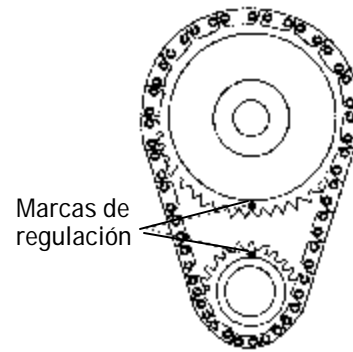

Figura 1 - Alineamiento de la rueda dentada de la cadena de regulación
13. Haga girar el motor hasta que las marcas de regulación estén alineadas, tal como se muestra en la Figura 1.
2. Instale el árbol de levas nuevo con ruedas dentadas, cadena de regulación y elevadores nuevos. *PRECAUCIÓN: Utilice el Juego de cadena y engranaje de regulación Edelbrock Performer-Plus True Rolling N° 7820 (1965 a 1972 ½) o N° 7811 (1973 a 1990). También puede usar la transmisión de engranaje Accu-Drive N° 7892. No utilice juegos de cadena y engranaje de regulación de modelos recientes que estén diseñados en posición retardada y que no se recomiendan para la instalación de este tipo de árbol de levas. Los Juegos de regulación Edelbrock incluyen tres chaveteras para la selección de regulaciones específicas. Aplique compuesto de fijación a las roscas de los pernos de contacto del engranaje y la leva de regulación. Apriete los pernos de acuerdo con las recomendaciones de la fábrica indicadas en el manual de reparación del motor. Instale el árbol de levas con las marcas de regulación alineadas en la forma recomendada en las especificaciones de la fábrica. Consulte la Figura 1. Cuando se utiliza el Juego de cadena y engranaje de regulación Performer-Plus (serie 7800) con un juego de leva y elevador Edelbrock, se logra un alineamiento vertical hacia arriba. Si se utiliza cualquier otro engranaje de regulación, es necesario comprobar la posición de la leva para lograr un alineamiento de regulación correcto, lo cual significa que hay que graduar el árbol de levas con una rueda medidora en grados para verificar el alineamiento de regulación. No se recomienda utilizar engranajes de regulación O.E.M. o de otros fabricantes con los árboles de levas Edelbrock.*
- Después de la instalación y regulación correctas de la leva (ver la Figura 1), será necesario inspeccionar cada varilla de empuje para verificar la precarga correcta del elevador.